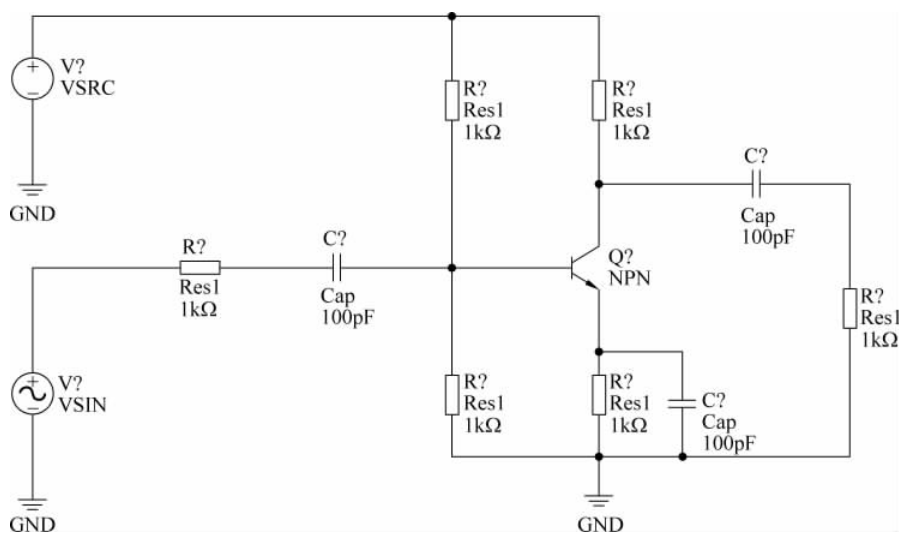

图 3-50 连接电路元器件和信号源
(4) 单击 AD 主界面下工具栏内的连线按钮,将这些元器件和信号源按照如图 3-50 所示的方式进行连接。